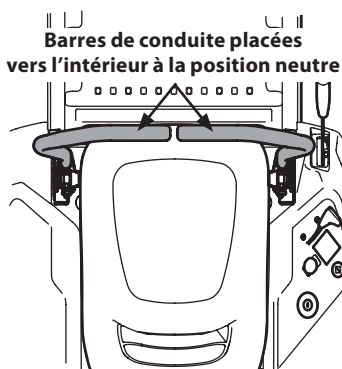

Figure 3-3
2. Poussez les deux barres de conduite vers l'intérieur à la position neutre (frein de stationnement engagé). Voir Figure 3-3.